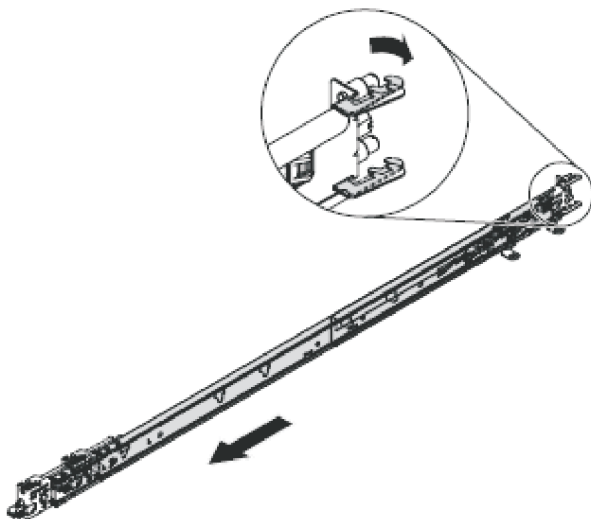

図 68. 背面のスライド・レールのフックを開く
2. 図 68 に示すように、背面のスライド・レールのフックを開きます。